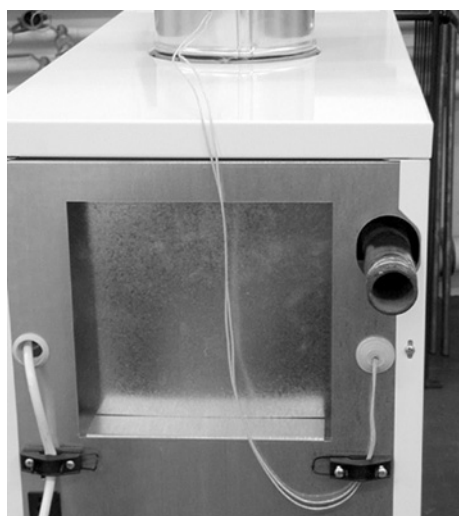

Fig. 22
- Voer de 2 draden door de draadklem op de achterzijde van de cv-ketel en steek ze vervolgens door de kabeldoorvoer (zie fig 22).